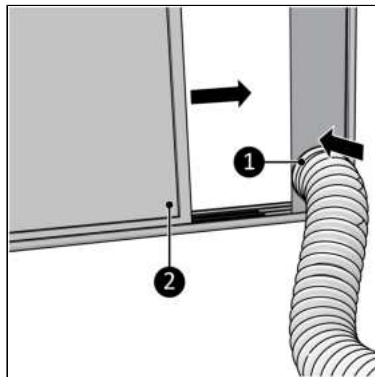

Figura 27.
5. Închideți fereastra (Figura 27, elementul 2).
6. Conectați conectorul kitului pentru ferestre la kitul pentru ferestre în sine (Figura 27, elementul 1).
(vezi figura 27)